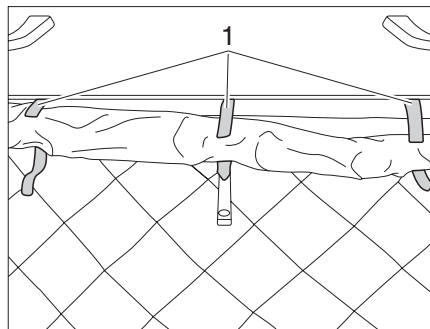

Bild 32 Klettverschlüsse öffnen
▶ Drei Klettverschlüsse (Bild 32,1) des Stoffbalgs öffnen.
- ▶ Stoffballg im Bereich der Verriegelung sorgfältig aufrollen und mit drei Klettverschlüssen (Bild 32,1) fixieren.